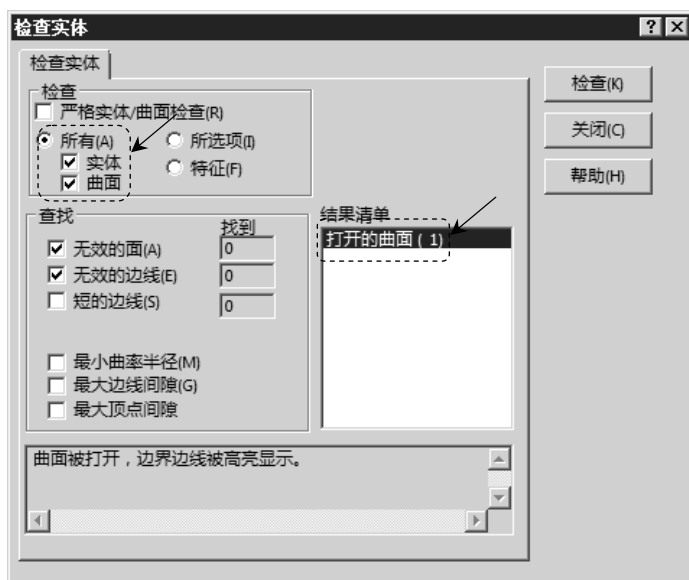

图 8.2.7 “检查实体”对话框
Step4. 在“检查实体”对话框中单击 **检查(K)** 按钮，在 **结果清单** 列表框中将显示检查的结果，如图 8.2.7 所示。
如图 8.2.7 所示的“检查实体”对话框中各选项的说明如下。